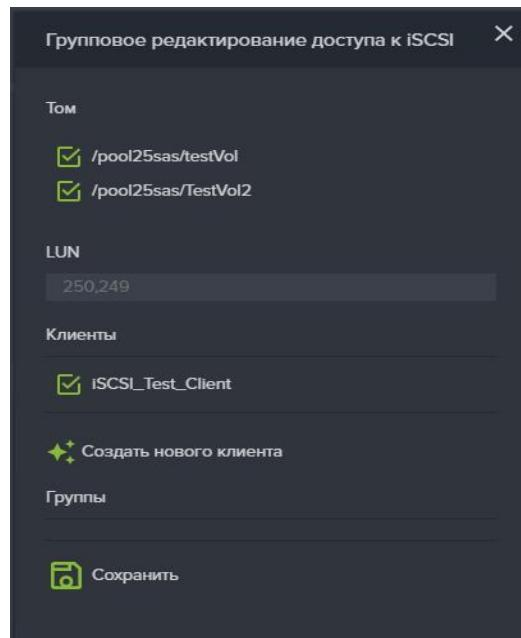

Рисунок 56. Групповое редактирование доступа к iSCSI
2. Откроется окно, представленное на Рисунок 56;